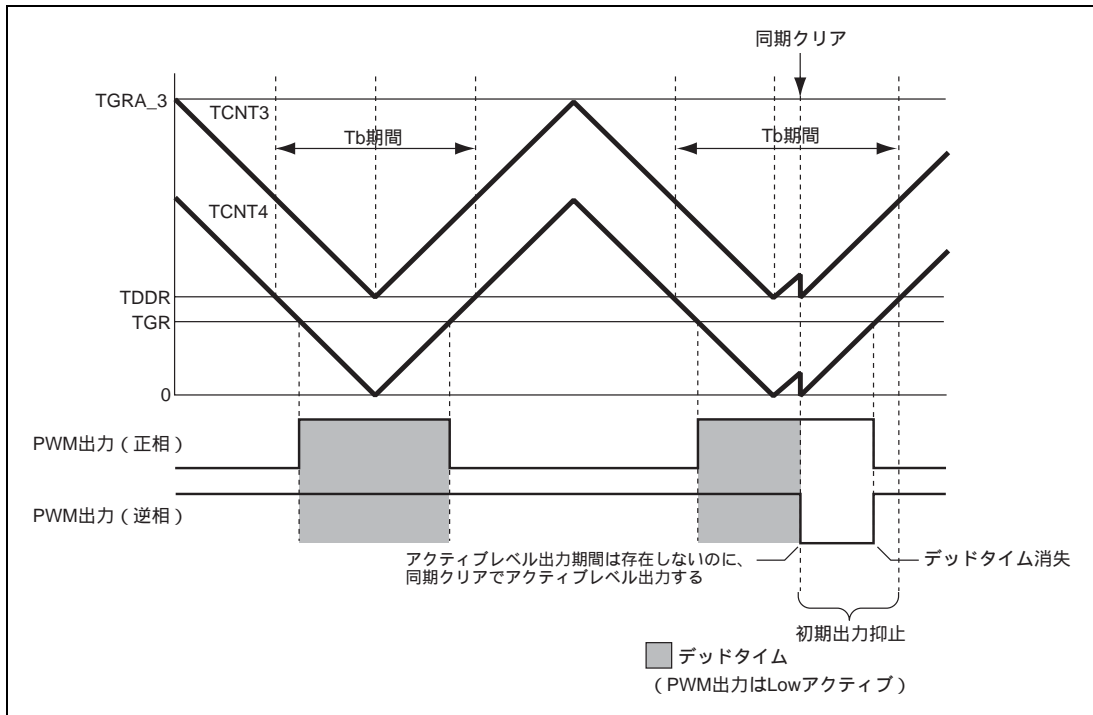

図 10.137 条件 (2) の同期クリア例
条件(2) 初期出力の抑止期間 、にて、TGRB_3 TDDR、TGRA_4 TDDR、TGRB_4 TDDR のいずれかが成立する状態で、同期クリアする(図 10.137)。